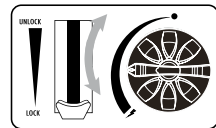

fig. 5
6. Ajuste el mando de control a la posición deseada. (fig.5) ¡No coloque nunca la palanca del cartucho (6) en la posición "UNLOCK" durante el uso!